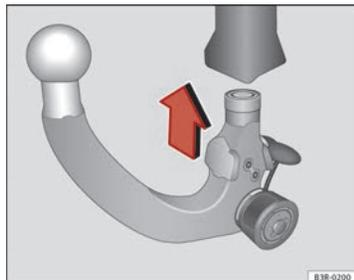

Fig. 161 Dispositivo desmontable para remolque: Colocar la rótula
- Coloque la rótula pretensada en el tubo de enclavamiento y haga presión hacia arriba en la dirección que indica la flecha ⇒ fig. 161 ⇒ ⚠. El proceso de bloqueo se realiza de un modo automático. En ese momento debe poder oírse claramente un chasquido de encastre.